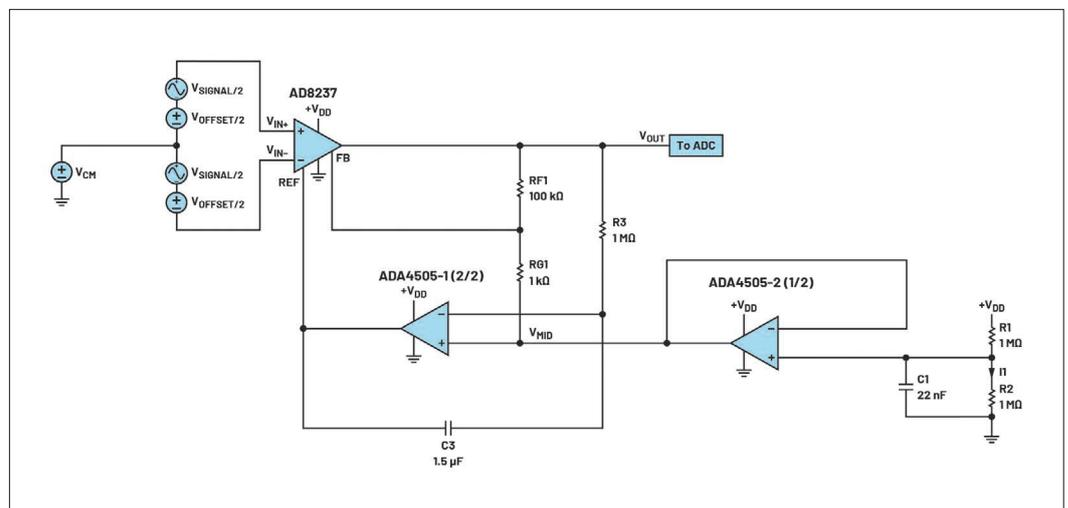

Bild 1: Eine AC-gekoppelte Signalkonditionierschaltung mit einer indirekt current-mode-Architektur
Bild 1 zeigt einen vollständigen Schaltplan, in dem der AD8237 als indirekt current-mode Instrumentenverstärker eingesetzt ist. Um eine hohe Verstärkung und die AC-Kopplung zusammen in einer Stufe zu realisieren, muss in der Rückkopplungsschleife des AD8237 eine Integrerschaltung implementiert werden. Diese Lösung erlaubt eine höhere Verstärkung als bei Instrumentenverstärkern, die aus zwei oder drei Operationsverstärkern (OPVs) bestehen und den Offset nach der Verstärkung korrigieren. Für die vor-
Für Applikationen mit geringem Stromverbrauch wird üblicherweise eine einzige Stromversorgung eingesetzt, die meist zwischen 1,8 V und 3,6 V liegt. Die Dimensionierungsmöglichkeiten für die in Bild 1
dargestellte Schaltung hängen vom Eingangssignal sowie dem Amplituden- und Frequenzbereich des Offsets ab. In Tabelle 1 sind einige Designspezifikationen für die Schaltung in Bild 1 aufgelistet.
Die Schaltung in Bild 1 ist mit dem AD8237 aufgebaut, einem bis zur Versorgungsspannung aussteuerbaren (rail-to-rail) Instrumentenverstärker mit geringem Stromverbrauch und dem ADA4504, einem OPV der keinerlei Übernahmeverzerrungen am Eingang aufweist. Beide Bausteine können mit einer Stromversorgung, V_{DD} , mit minimal 3,3 V betrieben werden.
Wesentliche Designspezifikationen für die Schaltung in Bild 1
Tabelle 1: Wesentliche Designspezifikationen für die Schaltung in Bild 1
3. Wenn man die Werte der passiven Komponenten (Widerstände, Kondensatoren) auswählt, sollten auch die Toleranzen beachtet werden. Im Falle des Widerstandsteilers (R1, R2) kann der Zielwert von V_{MID} abweichen, was den Aussteuerbereich V_{OUT} , der Bausteine AD8237 und ADA4505 beeinflusst. Nach Bild 1 hat die Transferfunk-
Unter Anwendung von Kapitel 2 der Designbetrachtungen werden für die in Bild 1 gezeigte Schaltung die Werte für die peripheren Komponenten $R1 = R2 = 1 \text{ M}\Omega$ gesetzt, um deren Beitrag zum Versorgungsstrom bei ungefähr $1 \mu\text{A}$ zu halten.
flusssensoren typisch eine Spitze-Spitze-Signalamplitude von $\pm 75 \mu\text{V}$ bis $\pm 6 \text{ mV}$ aufweist. Für die Schaltung in Bild 1 wird die maximale Peak-Signalamplitude auf $V_{\text{SIGNAL}} = 6 \text{ mV}$ mit
etwas mehr Spielraum für DC- und andere Fehler zu erhalten, sollte die Verstärkung für die Schaltung in Bild 1 unterhalb dieses maximal möglichen Wertes liegen. Es gilt auch einen Kompromiss zwischen Verstärkung und der Einschwingzeit zu finden: Je höher die Verstärkung; desto niedriger ist die Zeitkonstante des Filters. Entsprechend diesen Anmerkungen wird die Verstärkung auf 101 eingestellt.